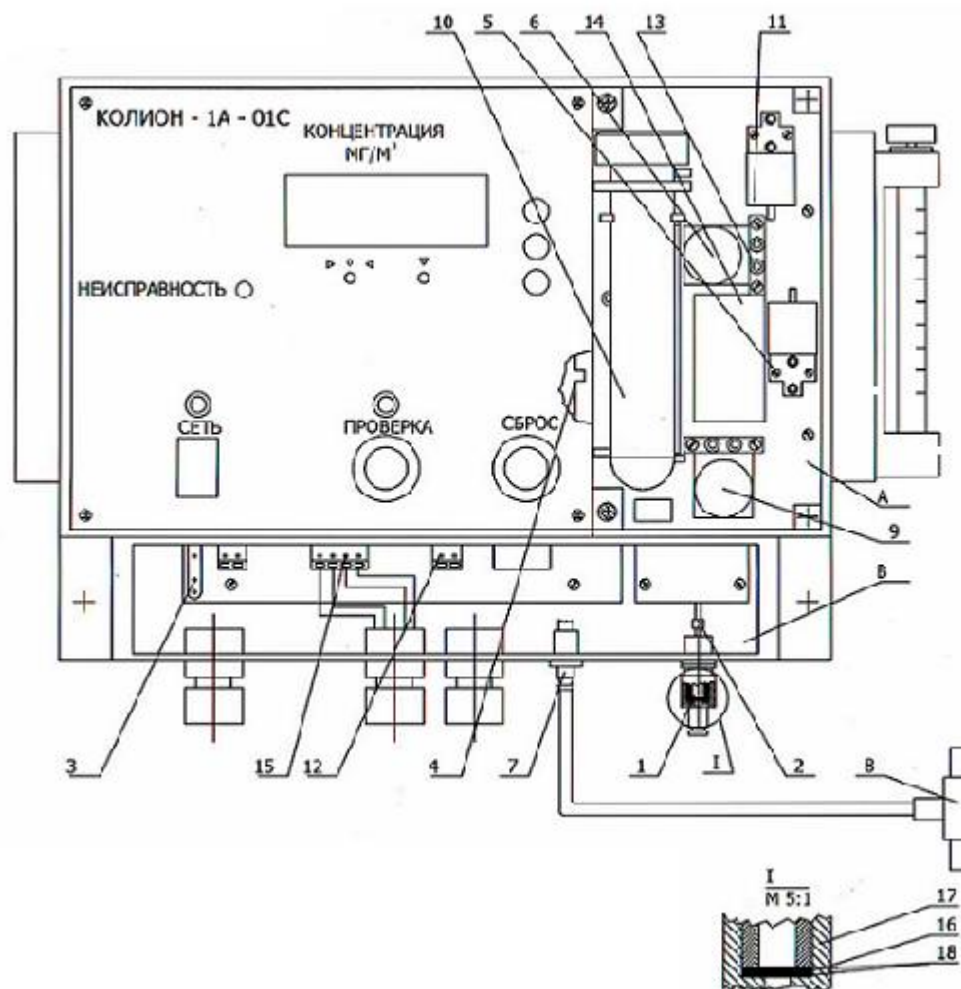

Рис. 5. Вид газового (А) и вводного (В) отделений БИ газоанализатора
3.5.1. Для замены фильтра противопылевого выполните следующие операции (см. рис. 5):
- отсоедините трубопровод входной 2 от штуцера входного 1 (см. рис. 5);